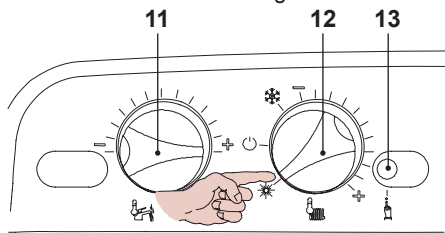

Fig. 9.9
- Posizionare le manopole del pannello comandi come indicato in Fig. 9.9.
- Per entrare nella modalità Spazzacamino bisogna entrare in programmazione premendo per 15 secondi il pulsante di ripristino 13 in Fig. 9.9 fino alla comparsa del parametro **P01**.
- Premere il pulsante di ripristino 13 in Fig. 9.9, per lo scorrimento dei vari parametri sino al raggiungimento del parametro valido per il settaggio della modalità Spazzacamino. Sul display LCD compare la seguente visualizzazione (la sequenza **P09** si alterna a **00**).